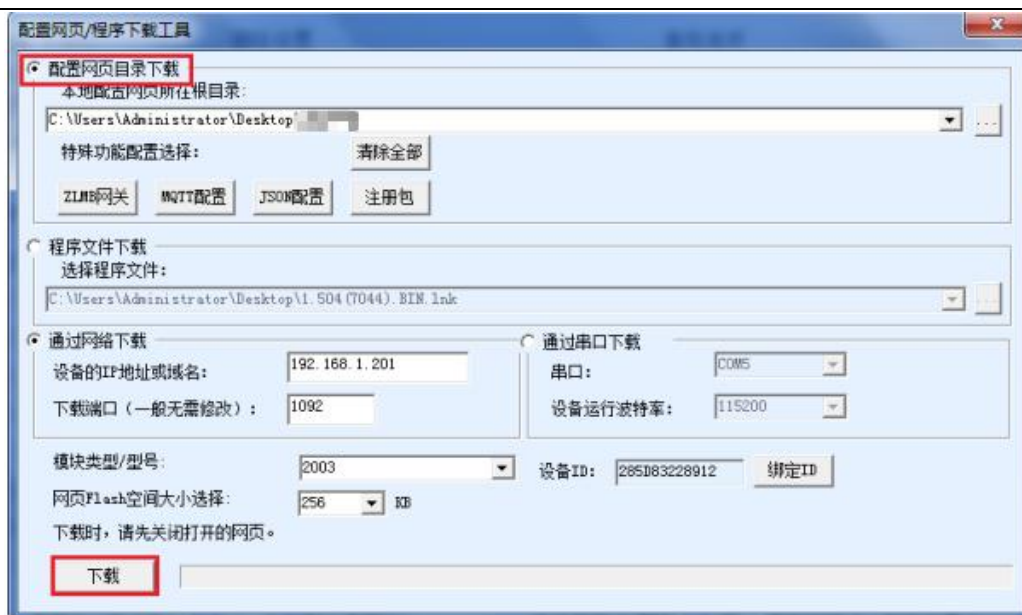

图 59 ZLAN5212DI web 升级方法
- 6 **Web 配置界面更新：**固件升级后模块内部的配置网页也需要更新，否则无法再通过 Web 配置，但是不影响通讯。无需 web 配置的也可以不下载网页。下载 Web 的方法是：如图 59 所示，将“程序文件”下载模式改为“网页目录下载”。并且选择本地网页所在根目录为需要下载的网页文件所在目录（该目录可以从卓岚获得），点击下载，将本地网页目录下的所有文件下载到设备内部的文件系统上。